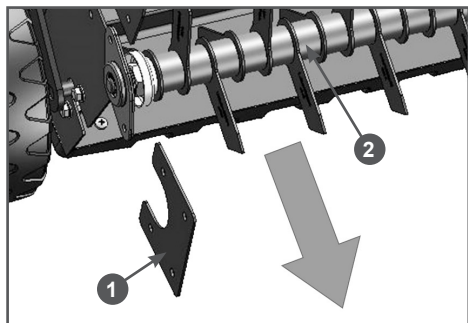

Рис. 27. Снятие опоры рабочего валика
5. Снимите пластину 1 и отведите освободившуюся сторону рабочего валика 2 от посадочного места в корпусе скарификатора вниз примерно на 5 см (Рис. 27).